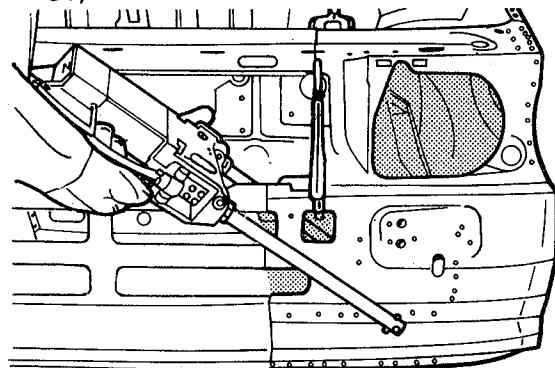

fig. 61
9. Soldar a ponto o novo painel lateral dianteiro à saia do pára-lama, travessa dianteira e placa de montagem do pára-choque (fig. 61)